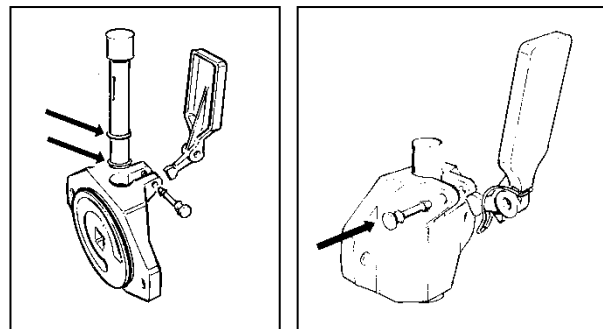

Fig. 20
- **D**espués de haber vuelto a montar las empaquetaduras de cierre en el pistón y de haberlas lubricado correctamente (fig.20), insértelo en su sede en la brida, monte la palanca de suministro del producto junto con su muelle y restaure su conexión con el perno de fijación (fig.20).